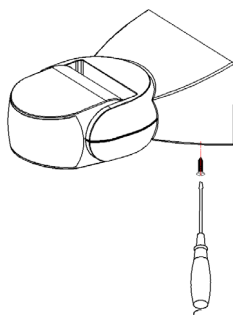

Рисунок 1
- Снимите основание, поддев его плоской отверткой (см. рисунок 1)